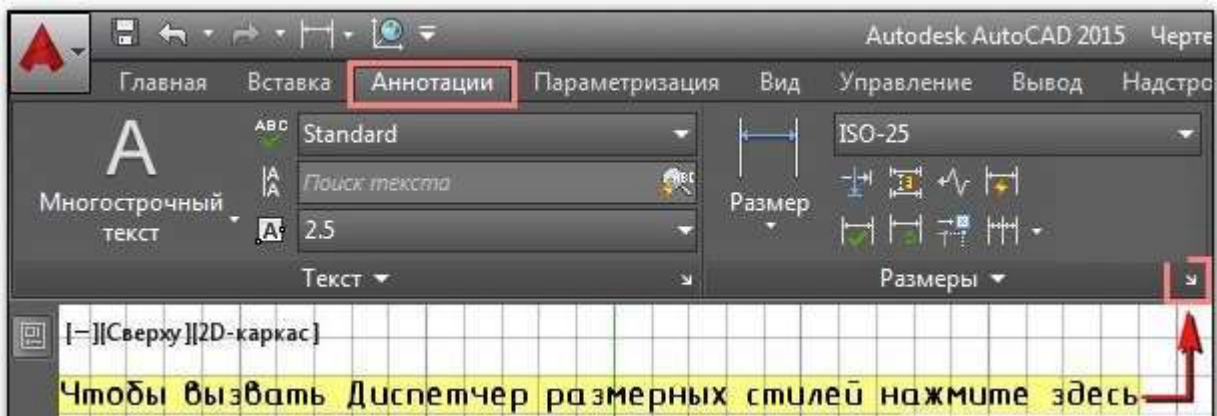

Рисунок 60- Вызов Диспетчера размерных стилей со вкладки «Аннотации».
- на вкладке «Аннотации» на панели «Размеры» нажать на небольшую стрелочку в правом нижнем углу панели, как показано на рис. 60.